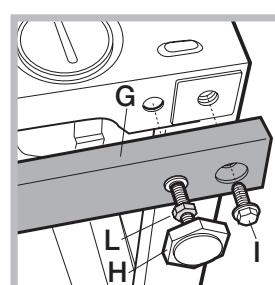

Abb. 11
Mit Hilfe der 4 Stellfüße kann die Höhe des Gerätes reguliert werden (von 815 mm bis 835 mm). Sollte diese Höhe jedoch nicht ausreichen, kann das Gerät durch Einsatz nachfolgenden Zubehörs bis auf eine Höhe von 870 mm gebracht werden: 2 Querstreben (G); 4 Stellfüße (H); 4 Schrauben (I); 4 Schraubenmuttern (L), Verfahren Sie hierzu wie folgt (Abb. 11):